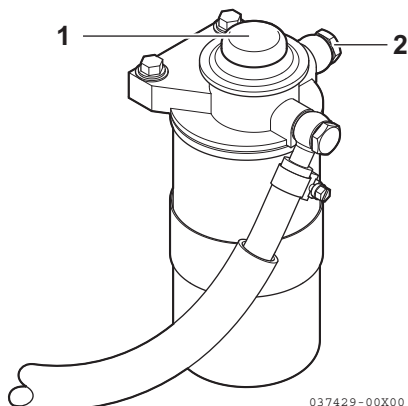

Figura 4
3. Solte o parafuso de purga de ar (**Figura 4, (2)**) em duas ou três voltas.
4. Empurre a bomba de injeção para cima e para baixo (**Figura 4, (1)**) para libertar o ar do parafuso de purga de ar.